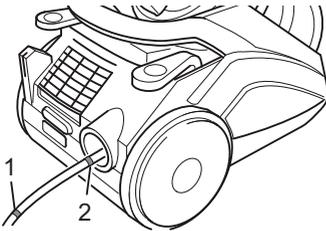
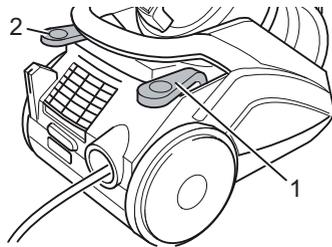

Abb. 14
Abb. 15
2. Ziehen Sie das Kabel am Stecker bis zur gelben Markierung (Abb. 14/1) heraus.
Gefahr eines elektrischen Schlags! Falls die rote Markierung (Abb. 14/2) sichtbar ist, rollen Sie das Kabel mithilfe der Kabelauffrolltaste (Abb. 15/1) wieder bis zur gelben Markierung (Abb. 14/1) auf. Anderenfalls kann das Kabel beschädigt werden.
3. Schalten Sie das Gerät am Ein-/Aus-Schalter (Abb. 15/2) ein.